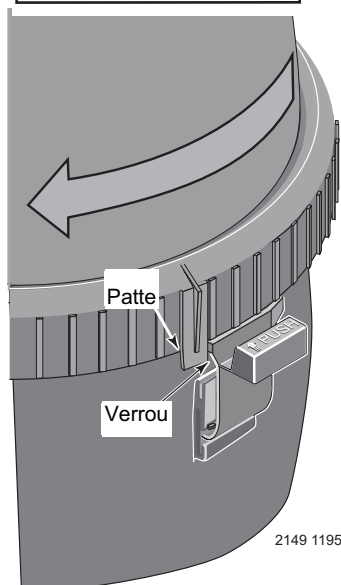

Figure 3 – Tourner la bague Posi-Lok^{MD} jusqu'à ce que la patte se verrouille derrière le verrou de sécurité.
1. Immobiliser la bague Posi-Lok^{MD} en place en la tournant à DROITE jusqu'à ce qu'elle émette un «déclic» au-delà du verrou de sécurité (voir la Figure 3). Cesser de la tourner dès qu'elle a émis un déclic au-delà du verrou. La bague peut sembler légèrement desserrée mais elle se serrera lorsque la pompe sera mise en marche et lorsque le filtre sera sous pression.
D. Tourner la bague Posi-Lok^{MD} à droite jusqu'à ce qu'elle se verrouille derrière le verrou de sécurité (voir la Figure 3).